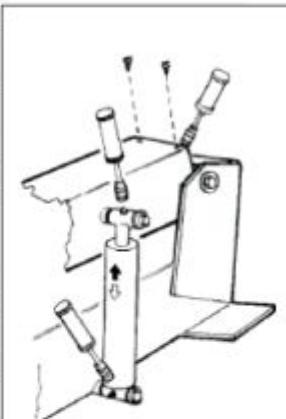

Рисунок 32
2) Время от времени наносить консистентную смазку на подъемный цилиндр кронштейна зажимного устройства и на его поворотный механизм. Наносите смазку через штифты (см. рис. 32).